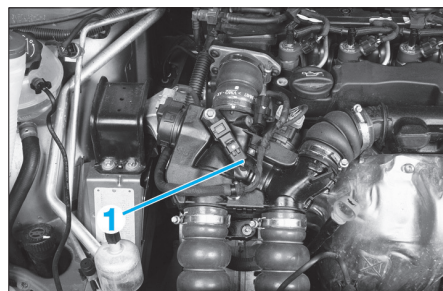

Fig. 72
- le boîtier séparateur d'admission (1) (Fig.72),